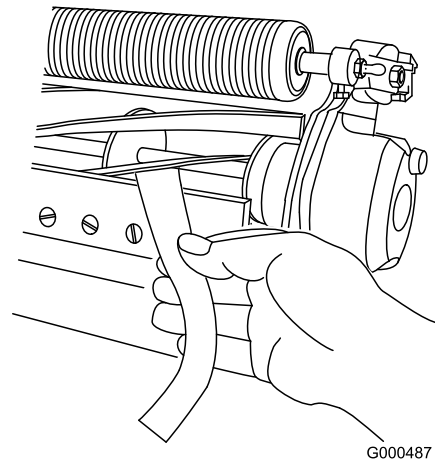

Bild 17
3. Testen Sie die Mähleistung, indem Sie einen langen Streifen des Schnittleistungspapiers (Toro Bestellnummer 125-5610) senkrecht zum Untermesser zwischen die Spindel und das Untermesser legen (Bild 17). Drehen Sie die Spindel **langsam** vorwärts; das Papier sollte geschnitten werden.